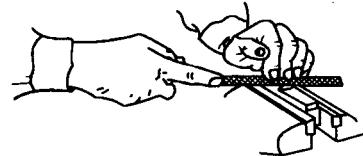

图 1-7 小型锉刀握持法
③ 小型锉刀握持法。右手的拇指和食指置于柄的上面和侧面，其余三指卷于柄下，左手用四个指头横压在锉刀中部上面，这样可避免锉刀受压而折断，见图 1-7。